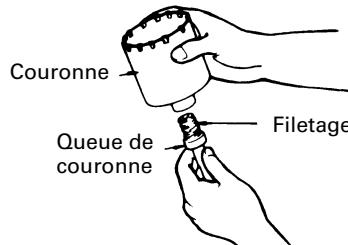

Fig. 15
(1) Monter la couronne sur la queue de couronne (Fig. 15).